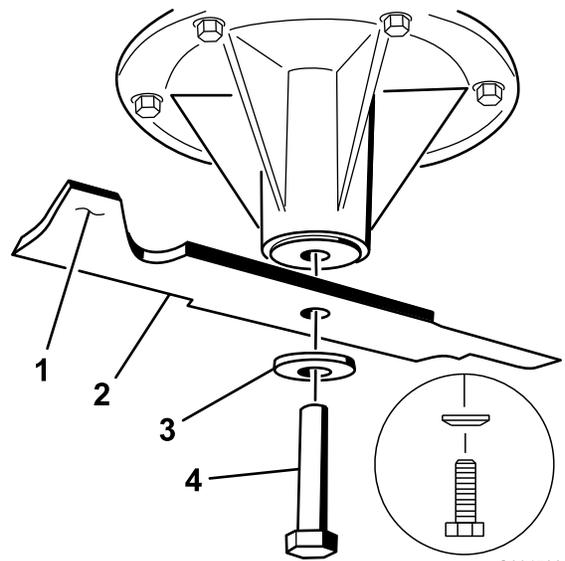

Figura 85
1. Instale la cuchilla en el eje (Figura 85).
2. Instale la arandela de muelle y el perno de la cuchilla. El cono de la arandela de muelle debe estar orientado hacia la cabeza del perno (Figura 85). Apriete el perno de la cuchilla a 115-150 Nm (85 –110 pies-libra).